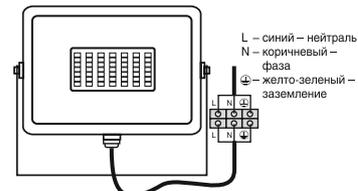

Рис. 1 Схема подключения прожектора к сети электропитания
6.3 Подключение светодиодных прожекторов ТМ IONICH должно производиться при выключенном электропитании, согласно схеме представленной на **рис. 1**.